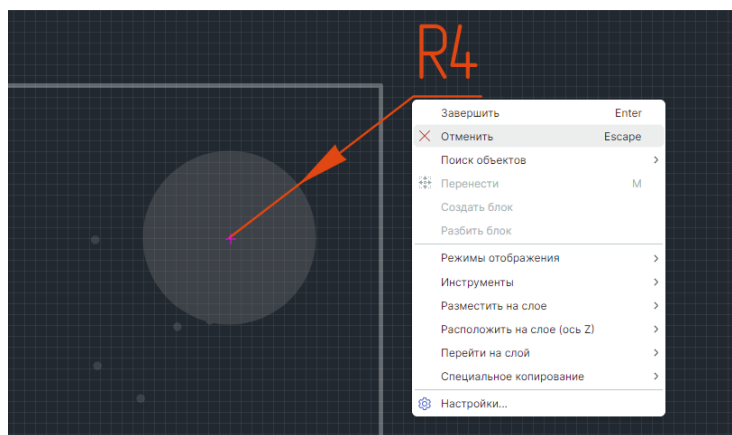

Рис. 274 Отмена размещения размерной линии
6. Размещение линии можно отменить, для этого нажмите клавишу «Escape» или вызовите контекстное меню и выберите «Отменить», см. Рис. 274.